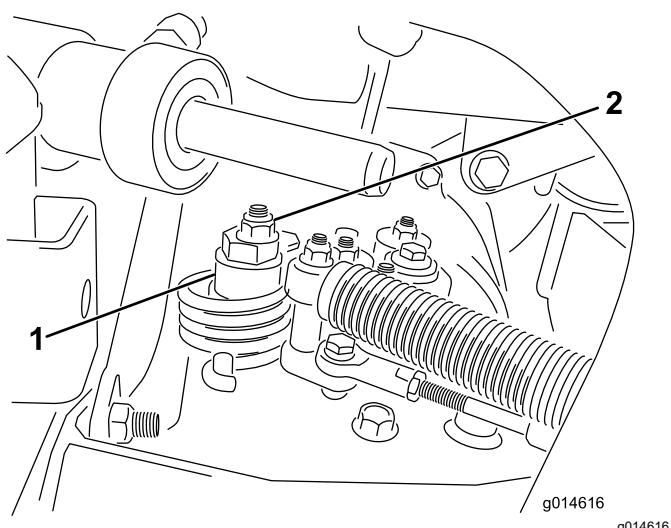

Figura 47
A. Allentate il dado che fissa l'eccentrico alla parte superiore dell'igrostat (Figura 47).
C. Fate girare l'eccentrico finché non riscontrate movimenti in alcuna direzione. Quando la ruota cessa di girare, serrate il dado di bloccaggio dell'eccentrico per mantenere la messa a punto (Figura 47). Verificate la regolazione portando l'acceleratore in posizione di MINIMA e MASSIMA.